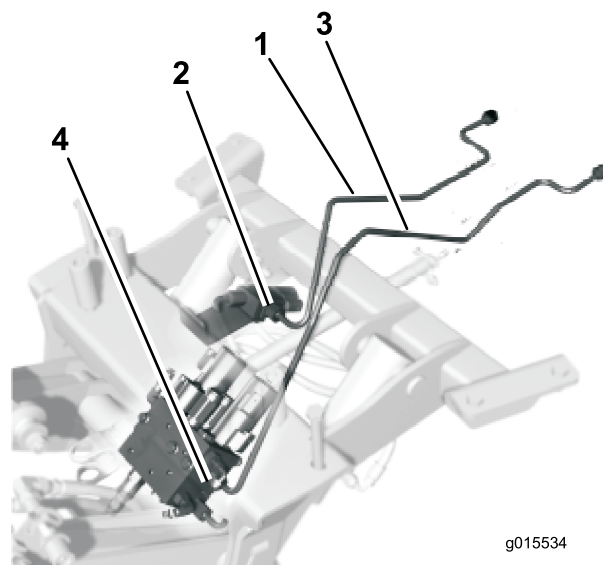

Bild 4
- Schließen Sie den kürzeren Hydraulikschlauch am geraden Anschlussstück am Ventil an (Bild 4).
- Schließen Sie den längeren Hydraulikschlauch am geraden Anschlussstück am Verteiler an (Bild 4).
2. Verlegen Sie den kürzeren Hydraulikschlauch (Bild 4) um und über die Fahrtriebsstange.